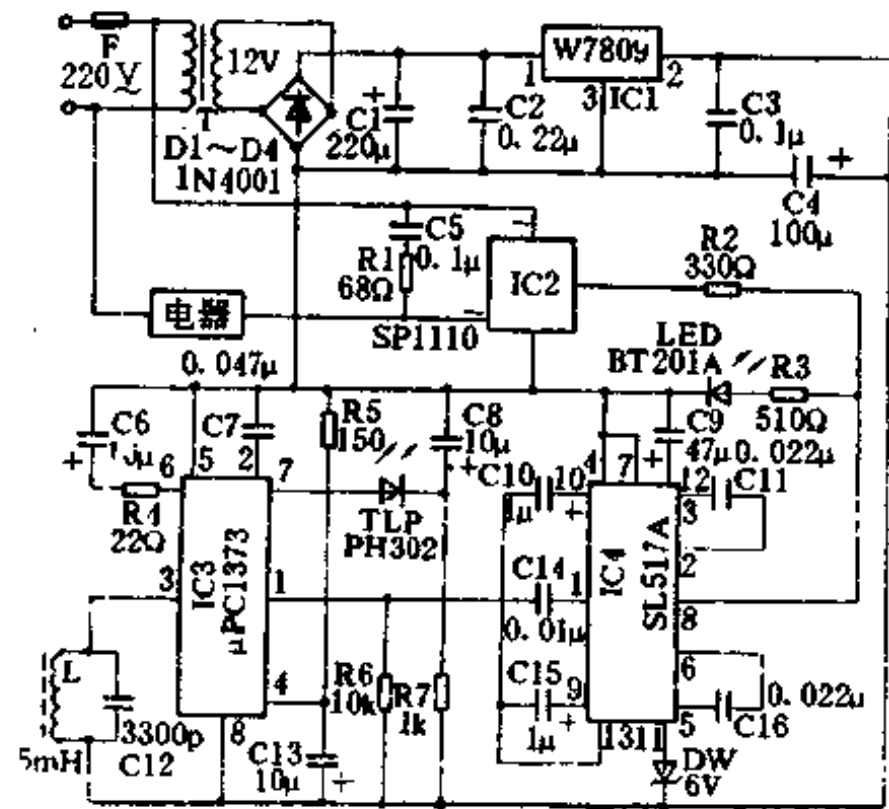

图1-167
图1-167为红外遥控接收及控制电路。IC2是一种固态交流继电器,只要在控制输入端加上高电平,就能使交流输出端开通。IC3为红外线接收预放大器 $\mu$ PC1373,其内部主要由高增益前置放大、检波、输出缓冲等电路组成。电感L和电容C12组成谐振选频回路。IC4是一种专用声控集成电路,主要由信号接收放大器、延时整形器、选频器和输出驱动器5部分组成。当红外接收管TLP接收到40kHz的红外调制信号,并且该信号与谐振选频回路的频率相同时,IC3的①脚由高电平变为低电平。这时,负脉冲信号经电容C14直接加到IC4的信号输入端①脚上进行放大,然后信号从IC4的⑬脚输出,经电容C10和C15耦合至⑨和⑩脚上,去触发内部的双稳态电路翻转,使得⑧脚输出高电平,则IC2开通,故家用电器通电工作。由图1-167不难看出,每按动一次发射器的开关S,接收器中IC3输出端①脚和IC4输出端⑧脚的工作状态将改变一次,从而控制IC2的导通与截止,故使电器的电源开关得到控制。